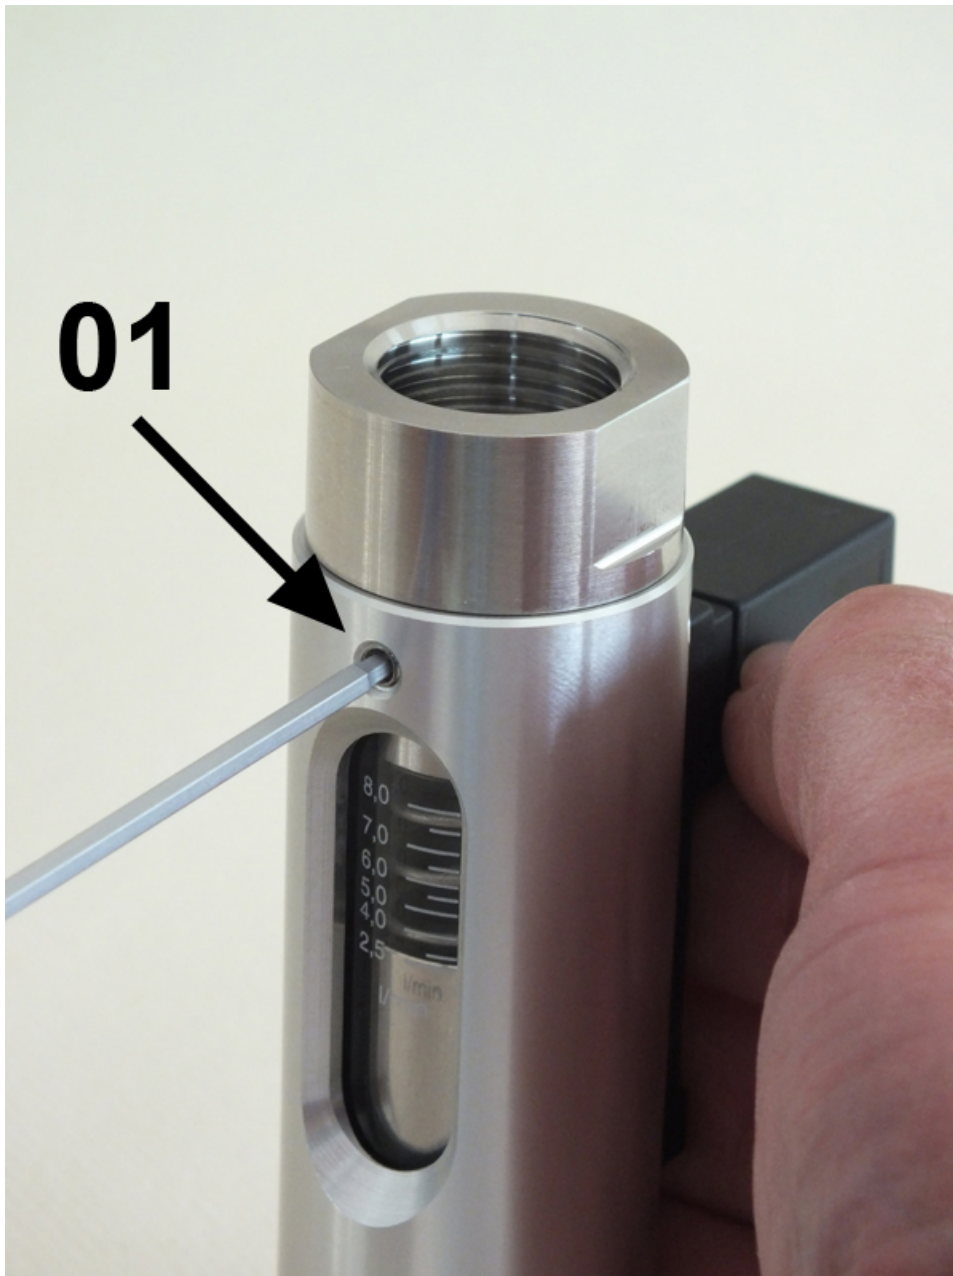

Abb. 35: Schrauben lösen
1. ➤ Obere 3 Innensechskantschrauben (Abb. 35/01) mit einem Sechskant-Schraubendreher lösen